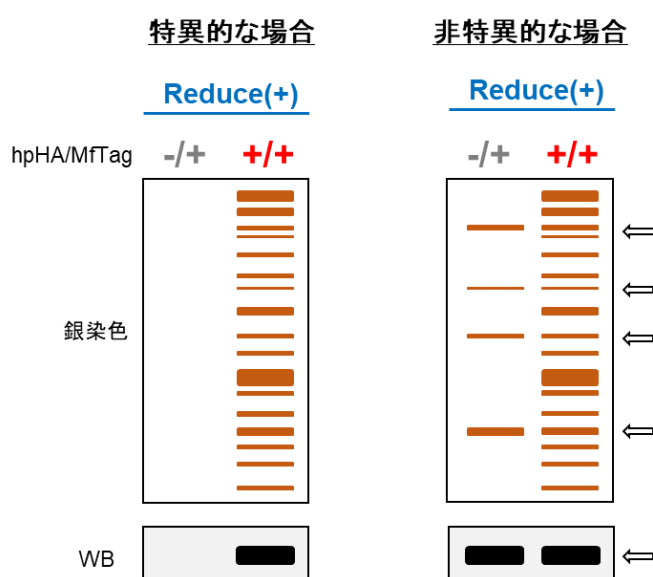

図 1 カラム精製における特異性の判断方法
-/+ および +/+ 処理試料のカラム溶出画分を還元条件下 (MfTag を切断した状態) で SDS-PAGE 後、銀染色 (CBB 染色) または WB を実施することで S-パルミトイル化の特異性を評価することができます (図 1)。+/+ のみにシグナルが得られる場合、そのタンパク質は S-パルミトイル化修飾タンパク質である可能性が高いことを示します。一方、-/+ でもシグナルが得られる場合 (図 1 右の白矢印で示すバンド)、ブロッキング不足による MfTag の非特異的な標識を示し、S-パルミトイル化修飾タンパク質ではないと考えられるため注意が必要です。